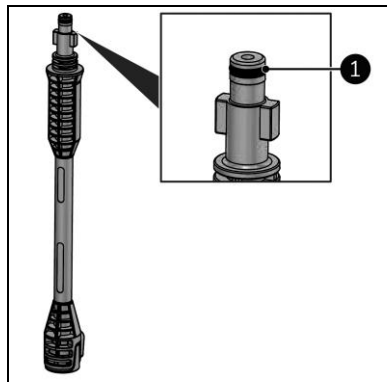

Figure 18
6. Passez de la vaseline sur le joint torique de la rallonge de la lance (figure 18, pos. 1).